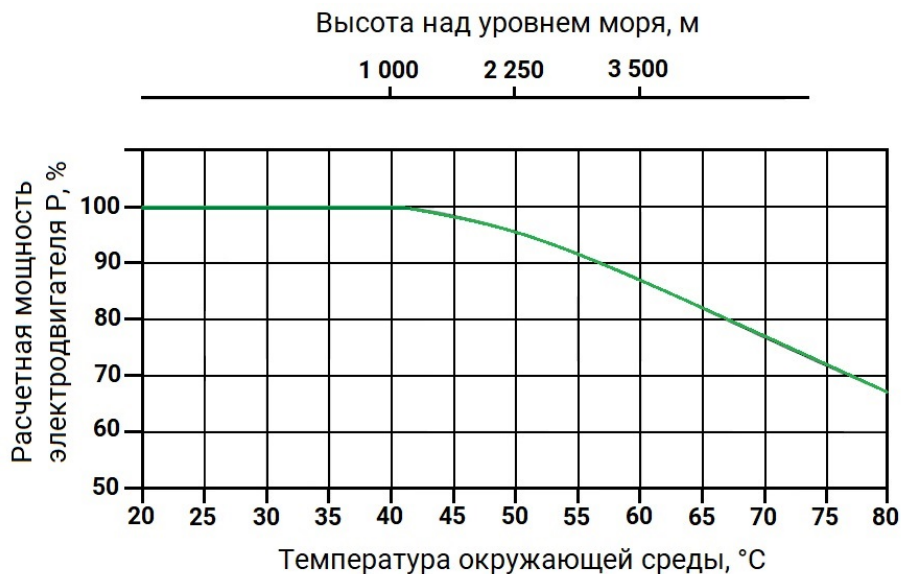

Рисунок 2 – Зависимость мощности электродвигателя от температуры окружающей среды и высоты над уровнем моря
2.2.1. При вынужденном размещении агрегата на высоте выше 1000 метров над уровнем моря или при температуре окружающей среды выше 40 градусов Цельсия электродвигатель следует подбирать с запасом мощности (см. рис. 2).